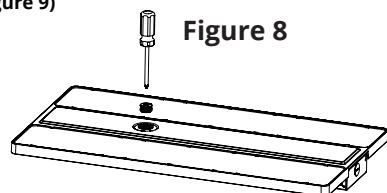

Figure 8
Étape 1. Utilisez un tournevis pour retirer le demi-bouchon du détecteur. (Figure 8)